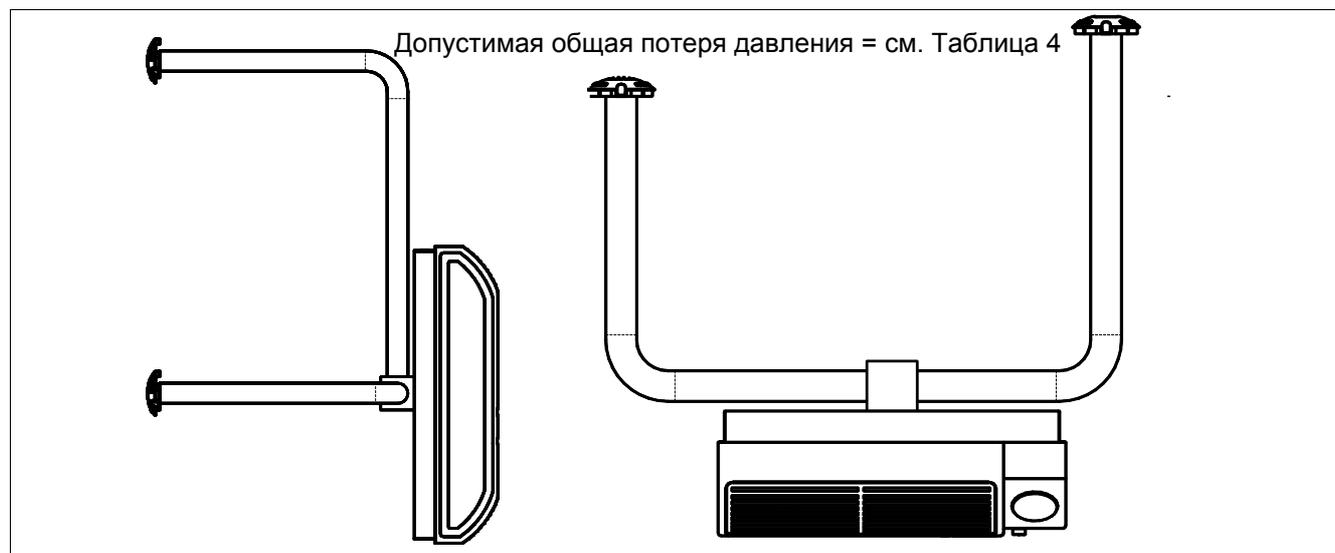

Рисунок 5 – ПРИМЕРЫ УСТАНОВКИ С РАЗДЕЛЬНЫМИ ТРУБАМИ
- трубы разделены (см.Рисунок 5)